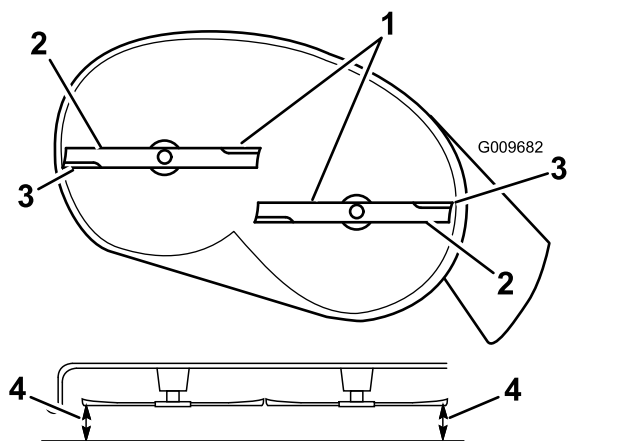
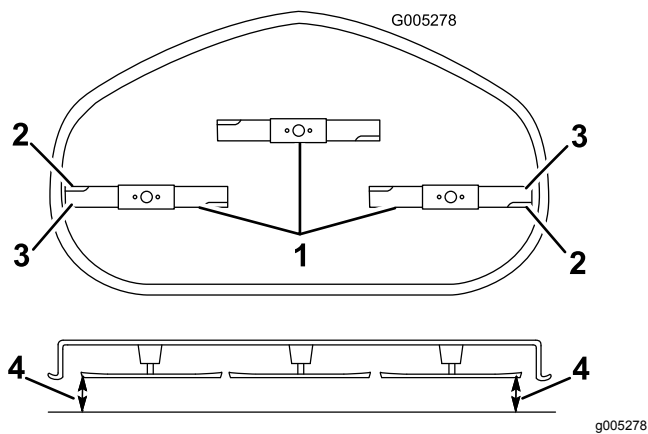

Bild 59
Bild 60
- Drehen Sie die Messer vorsichtig, damit sie alle quer gestellt sind (Bild 59 und Bild 60).
5. Messen Sie den Abstand zwischen den äußeren Schnittkanten und der ebenen Oberfläche (Bild 59).